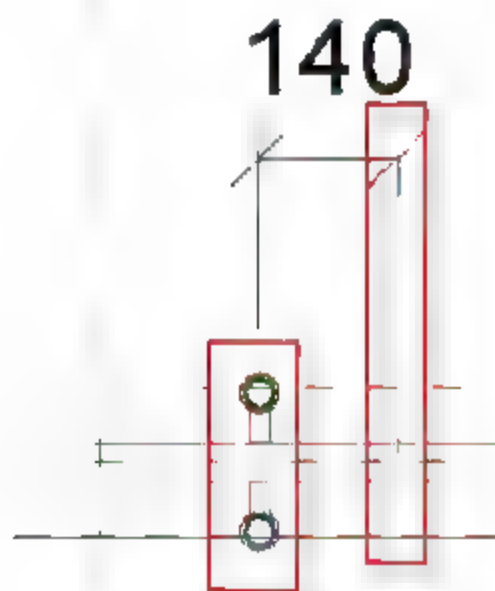
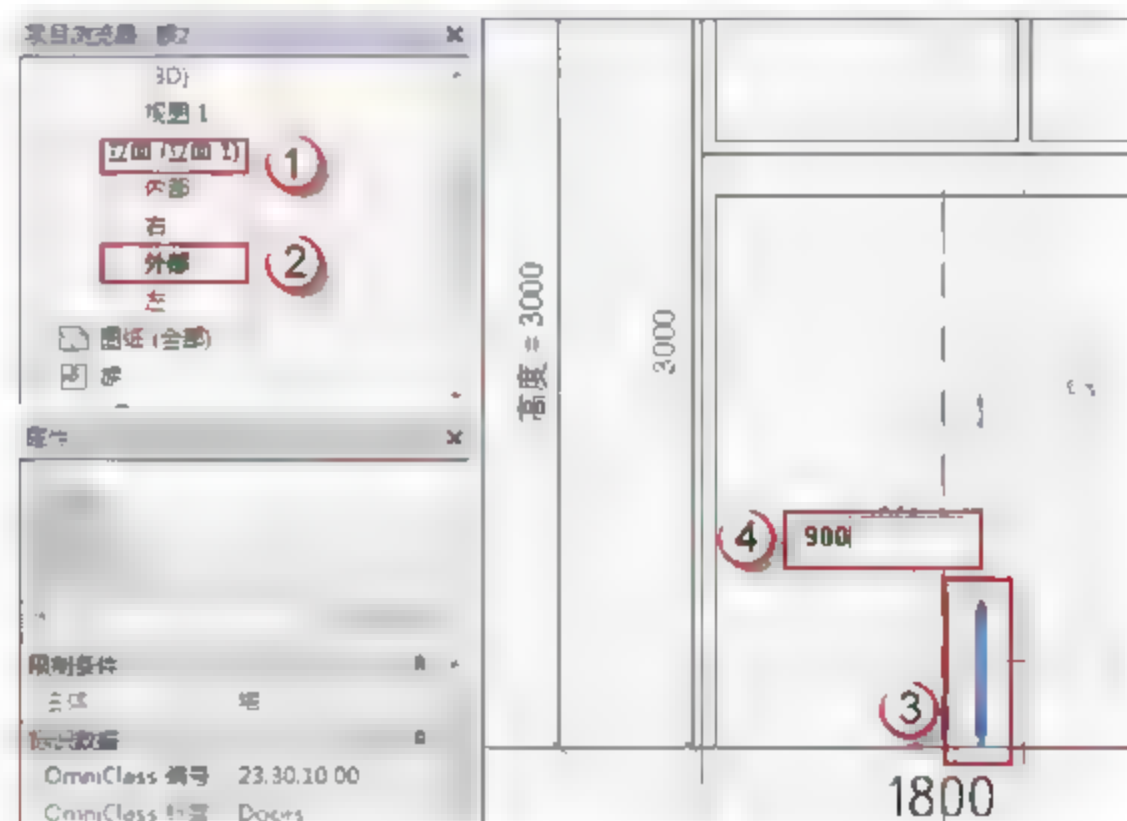

图 6.3.33 调整立式长拉手 1 水平位置
图 6.3.34 调整立式长拉手 1 竖直位置
(30) 调整门锁位置。按快捷键 **R+P** 在门中轴处绘制一条辅助线，并按快捷键 **M+V** 将“立式长拉手 1”族移动至距离该辅助线 140mm 处，如图 6.3.33 所示。选择“项目浏览器”中的“立面（立面 1）”→“外部”选项，进入门的外部立面视图。选择族“立式长拉手 1”，按快捷键 **M+V**，左键向上拖动并输入“900”，按 **Enter** 键，如图 6.3.34 所示。最后按两次快捷键 **M** 将“立式长拉手 1”族镜像复制到对称位置，对称轴选择门的中轴线。